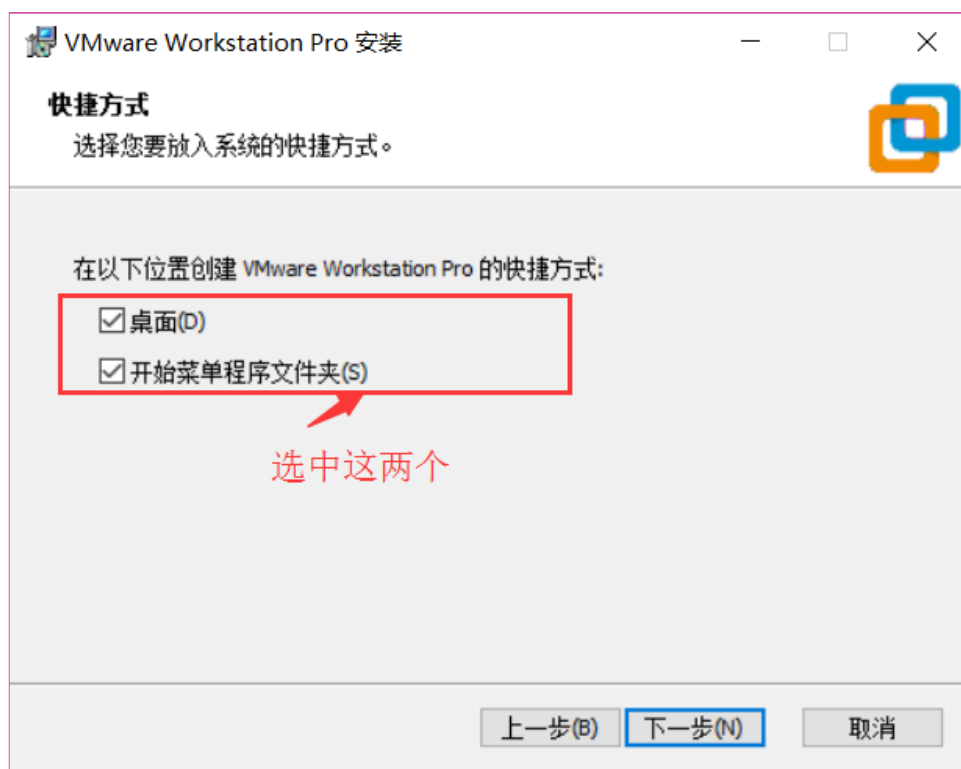
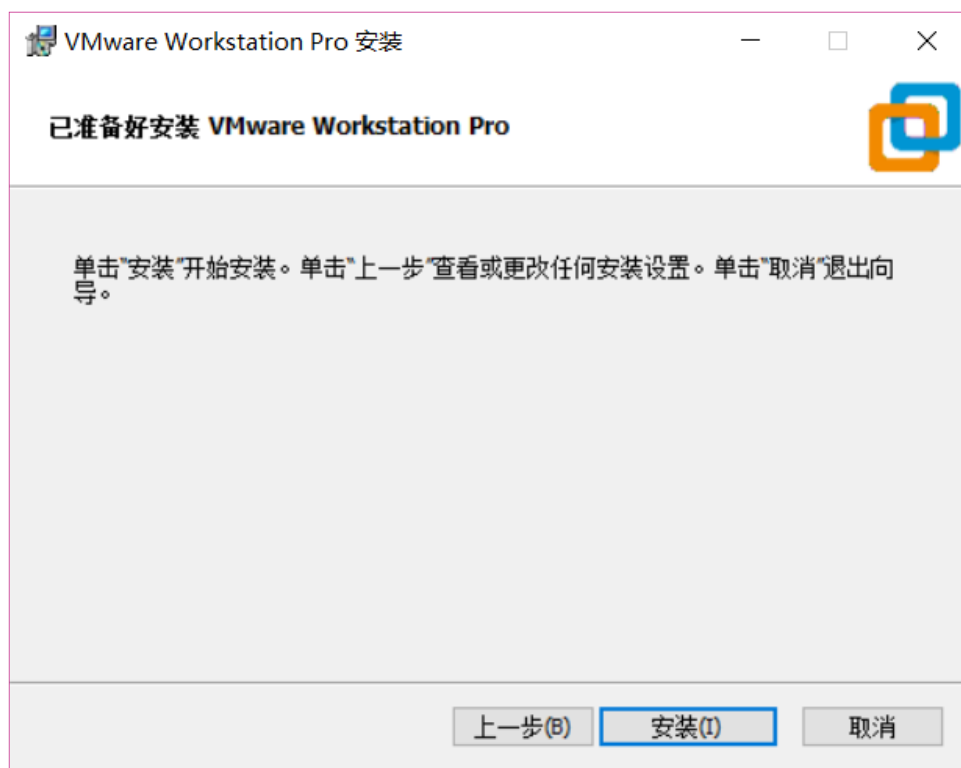

图 1-7 快捷方式设置
图 1-8 安装确定界面
(8) 在图 1-7 中有两个选项，都选中，这样在安装完成以后就会在开始菜单和桌面上有 VMware 的图标，选中以后点击该图中的“下一步”，进入图 1-8 界面。
(9) 前面几步已经设置好安装参数了，如果许需要修改安装参数的话就点击图 1-8 中的“安装”按钮开始安装 VMware，安装过程如下图所示：